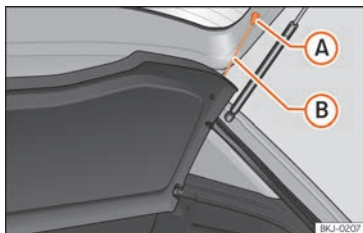

Fig. 112 Dans le coffre à bagages : dépose et repose de la plage arrière.
» » fig. 112 (B) de leurs logements (A).
» » fig. 112 (B) sur le capot de coffre.